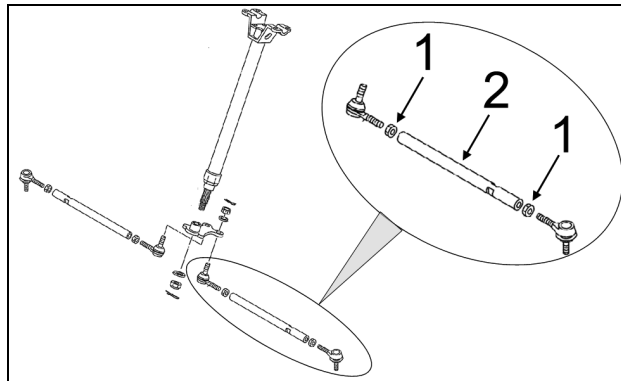

Figure 17
Pour effectuer l'ajustement sur le VTT, premièrement débloquer les écrous (1) à chaque bout des tiges d'accouplement (2) de la direction. Visser ou dévisser ensuite la tige d'accouplement (2) d'un nombre de tours égal des deux côtés du véhicule. Resserrer les écrous après avoir complété l'ajustement. Voir la Figure 17.